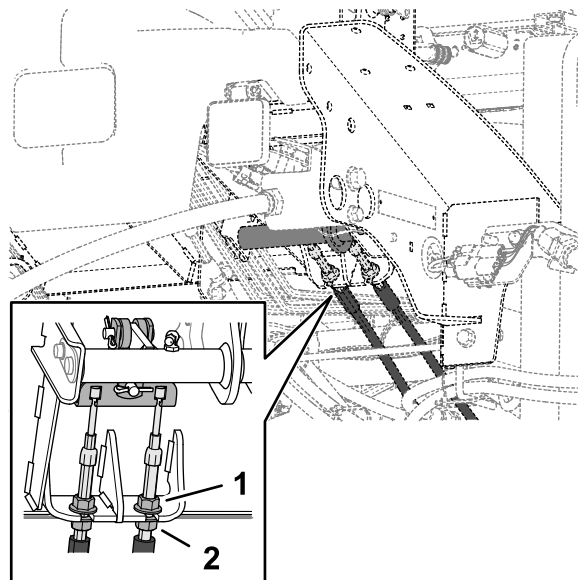

Рисунок 114
5. Чтобы уменьшить свободный ход педалей тормоза, ослабьте передние контргайки на резьбовом конце каждого троса тормоза (Рисунок 114).